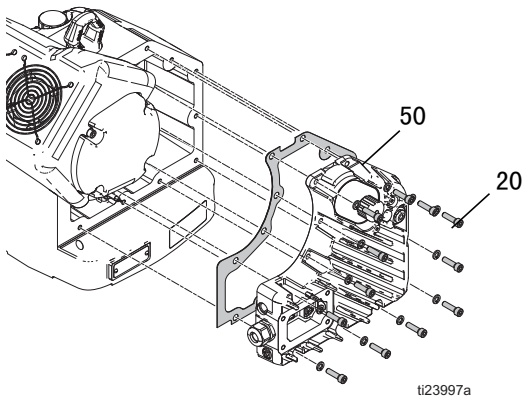

图 20: 电气盖拆卸
4. 安装电气盖（ 50 ）并拧紧 12 颗螺丝（ 20 ）。用 20-27 牛·米（ 15-20 英尺-磅 ）的扭力拧紧。参见图 20（第 16 页）。